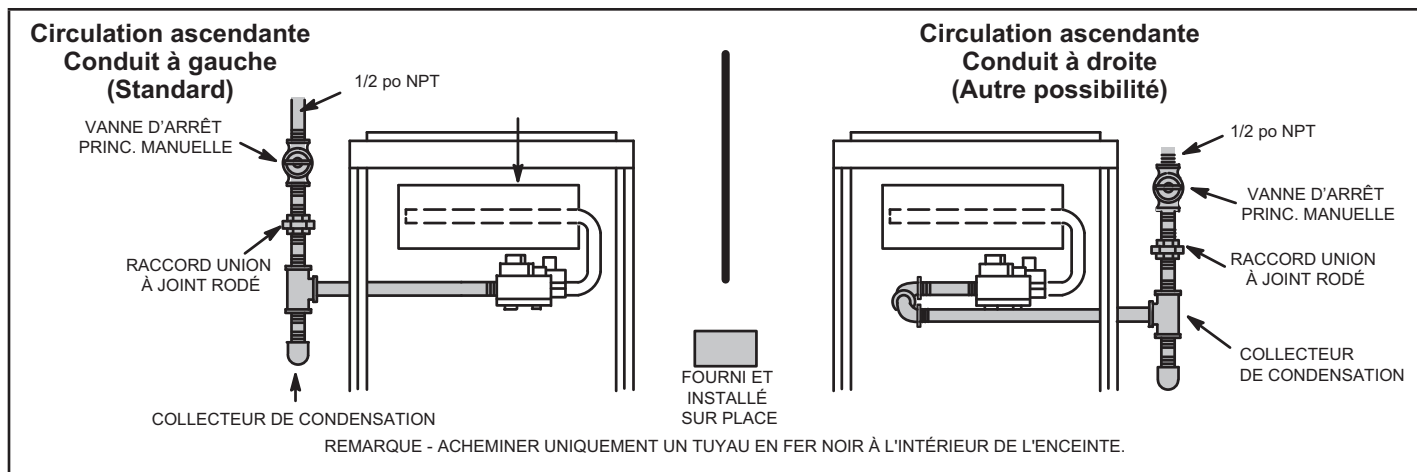
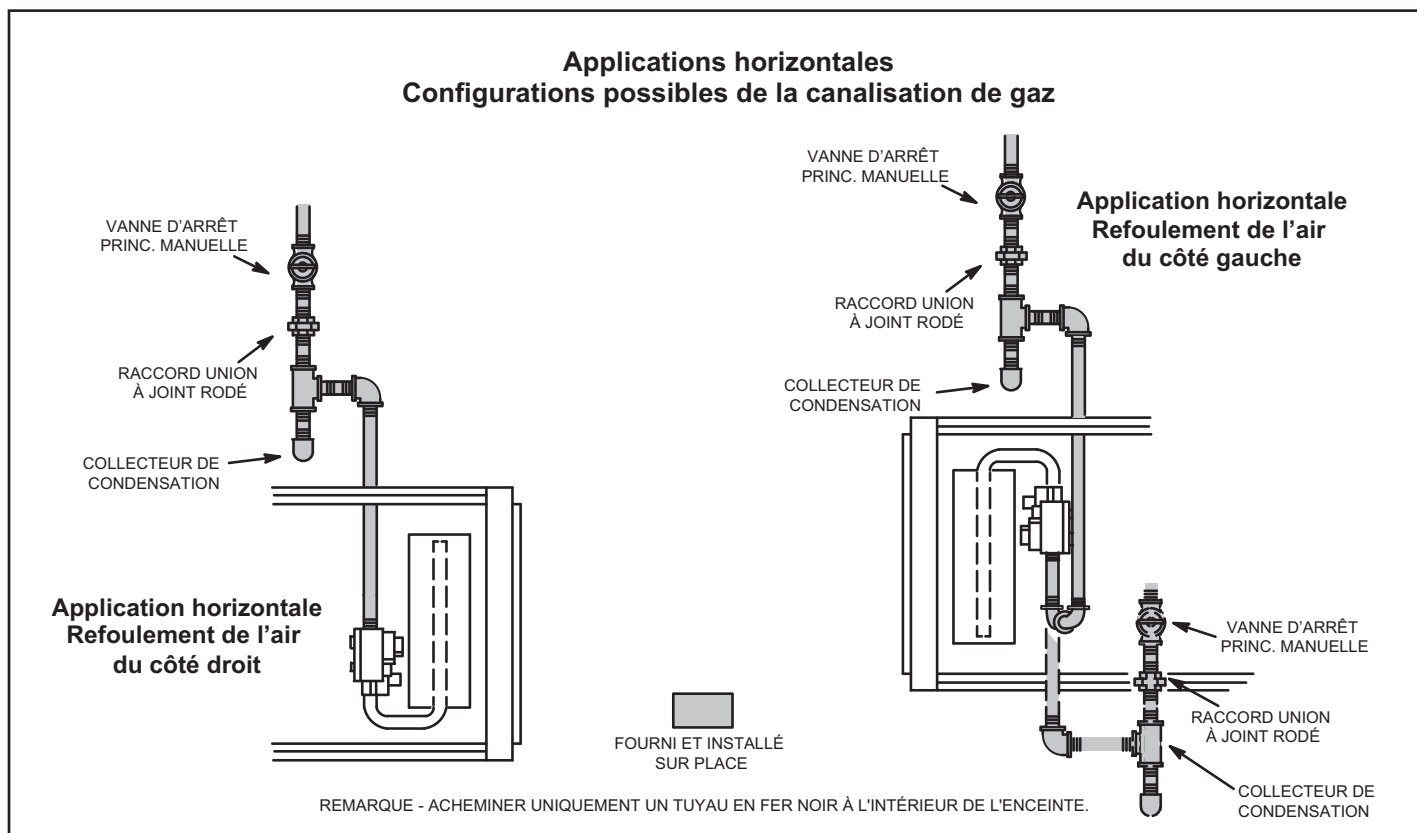

FIGURE 56
FIGURE 57
- 1 - La canalisation de gaz peut pénétrer dans l'appareil par le côté droit ou le côté gauche. La canalisation d'alimentation entre dans la vanne de gaz par le côté de la vanne, comme illustré à la FIGURE 56. Connecter la canalisation de gaz sur la vanne. La canalisation de gaz doit être serrée à un couple minimum de 350 livres et un maximum de 800 ;ivres sur la vanne de gaz.
- 3 - La canalisation de gaz ne doit pas traverser les conduits d'air, les chutes à linge sale, les cheminées ou conduits d'évacuation des gaz, les monte-plats ou les cages d'ascenseur. Centrer la canalisation de gaz dans l'ouverture. La canalisation de gaz ne doit pas toucher le côté de l'unité. Voir FIGURE 56 et FIGURE 57.